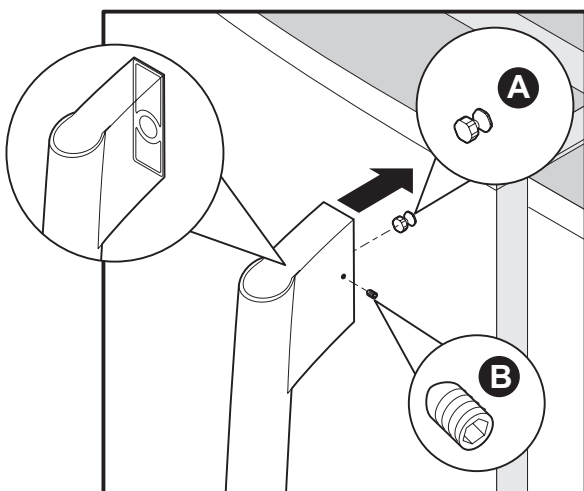

Figure 1
- 2 Mettez les capuchons d'extrémité de la poignée du congélateur sur les boulons à épaulement supérieurs et inférieurs préinstallés (A) qui sont fixés dans la porte, en vous assurant que les trous des vis de réglage sont vis-à-vis de la porte du réfrigérateur. (Reportez-vous à la figure 1.)
- 3 Tout en maintenant fermement la poignée contre la porte, fixez les vis de réglage Allen supérieures et inférieures (B) au moyen d'une clé hexagonale. (Reportez-vous à la figure 1.)